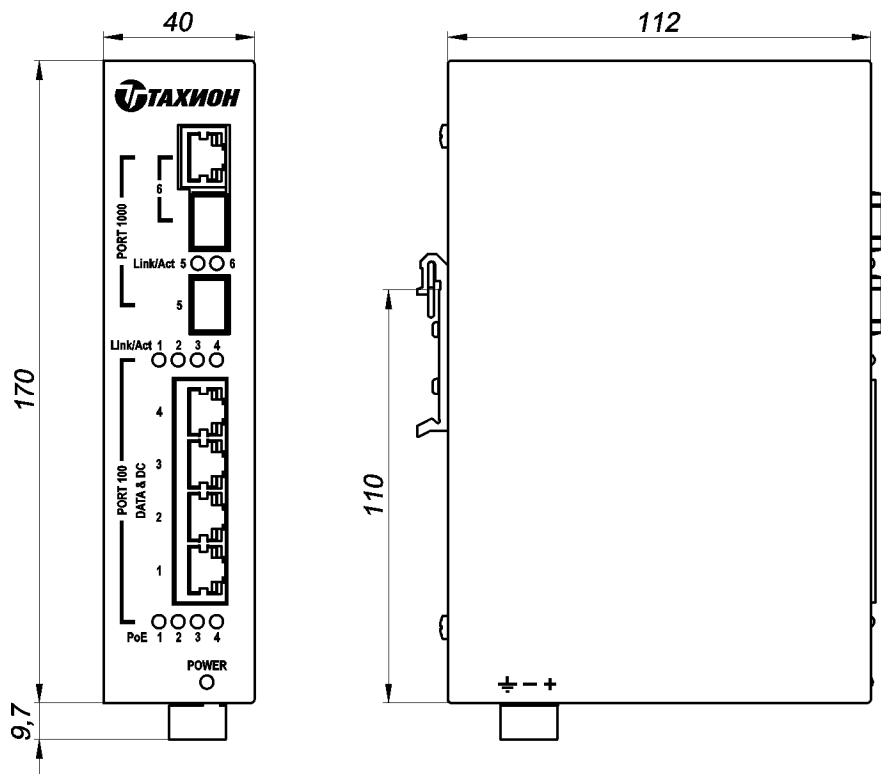

Рис.1 Коммутатор KC-204 PoE
Коммутатор KC-204 PoE (см.рис.1) конструктивно выполнен в металлическом корпусе для установки на DIN-рейку.
На нижней панели расположен разъем питания типа 2EDGR-5.08-03P-14 для подключения внешнего источника питания. Распайка разъема питания приведена на рис.1.
3. С помощью розетки 2EDGK-5.08-03P-14 (входит в комплект поставки) подключите к коммутатору проводом сечением не менее 0,5мм внешний источник питания 57VDC, соблюдая полярность подключения, указанную на рис.1, при этом: